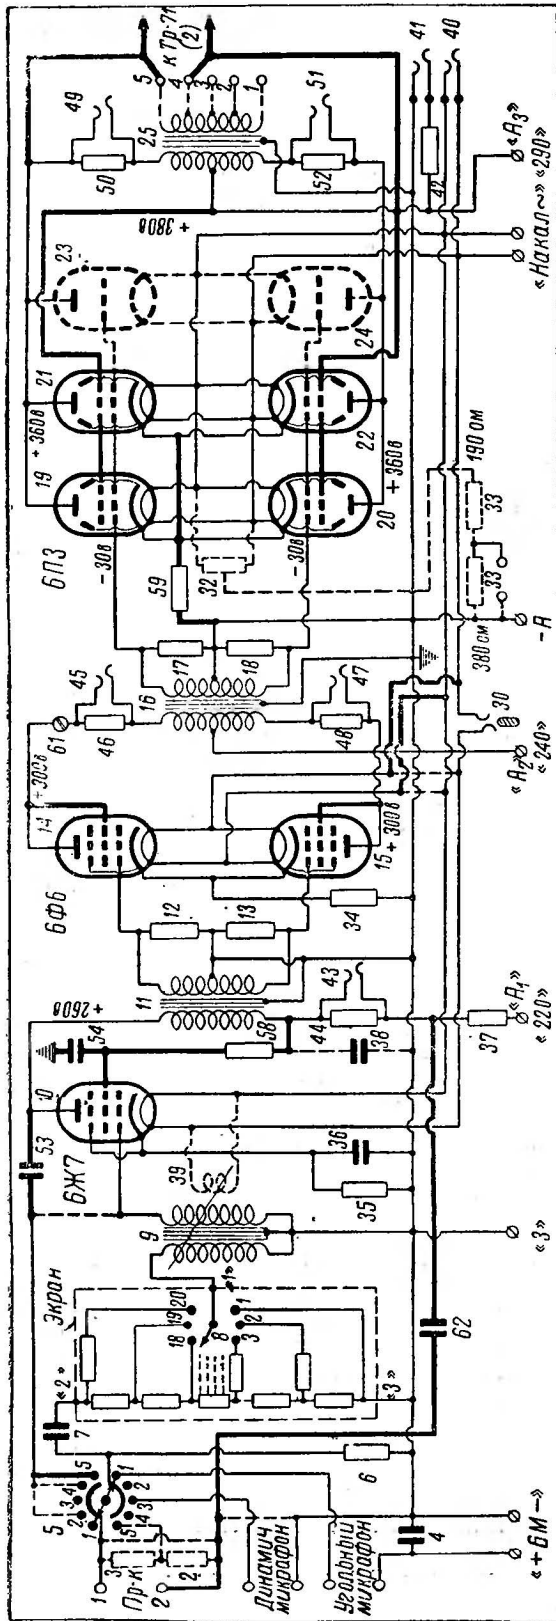

Рис. 1
Принципиальная схема усилителя УП-8 приведена на рис. 1. На этой схеме, как и на всех последующих рисунках настоящей статьи, детали и соединительные проводники, подлежащие исключению, обозначены пунктиром, новые детали и проводники — жирными линиями, а детали и узлы схемы, не подлежащиеся переделке, вычерчены тонкими линиями.
В усилителе УП-8 на первом месте применяется лампа 6Ж7, на втором месте — две лампы 6Ф6, включенные триодами, и в выходной ступени — четыре лампы 6ПЗ. Из схемы (рис. 1) исключаются следующие детали:
Концы вторичной обмотки выходного трансформатора Тр-51, обозначенного на схеме цифрой 25, отключаются и изолируются. Освободившийся зажим 4 с внутренней стороны шасси соединяется с цепью экранирующих сеток, а зажим 5 — с анодной цепью ламп 6ПЗ (рис. 1).
Для автоматической подачи напряжения смещения на лампы 6ПЗ используется сопротивление 59 величиной 380 ом. Это сопротивление у непеределанного усилителя включено в цепь сеток ламп УО-186 (левое сопротивление 33 на рис. 1).
Входная цепь и первая (микрофонная) ступень усилителя переделываются в соответствии с изменениями, указанными на рис. 1.
Схема переключателя (5) видов работы переделывается так, как указано на рис. 1.